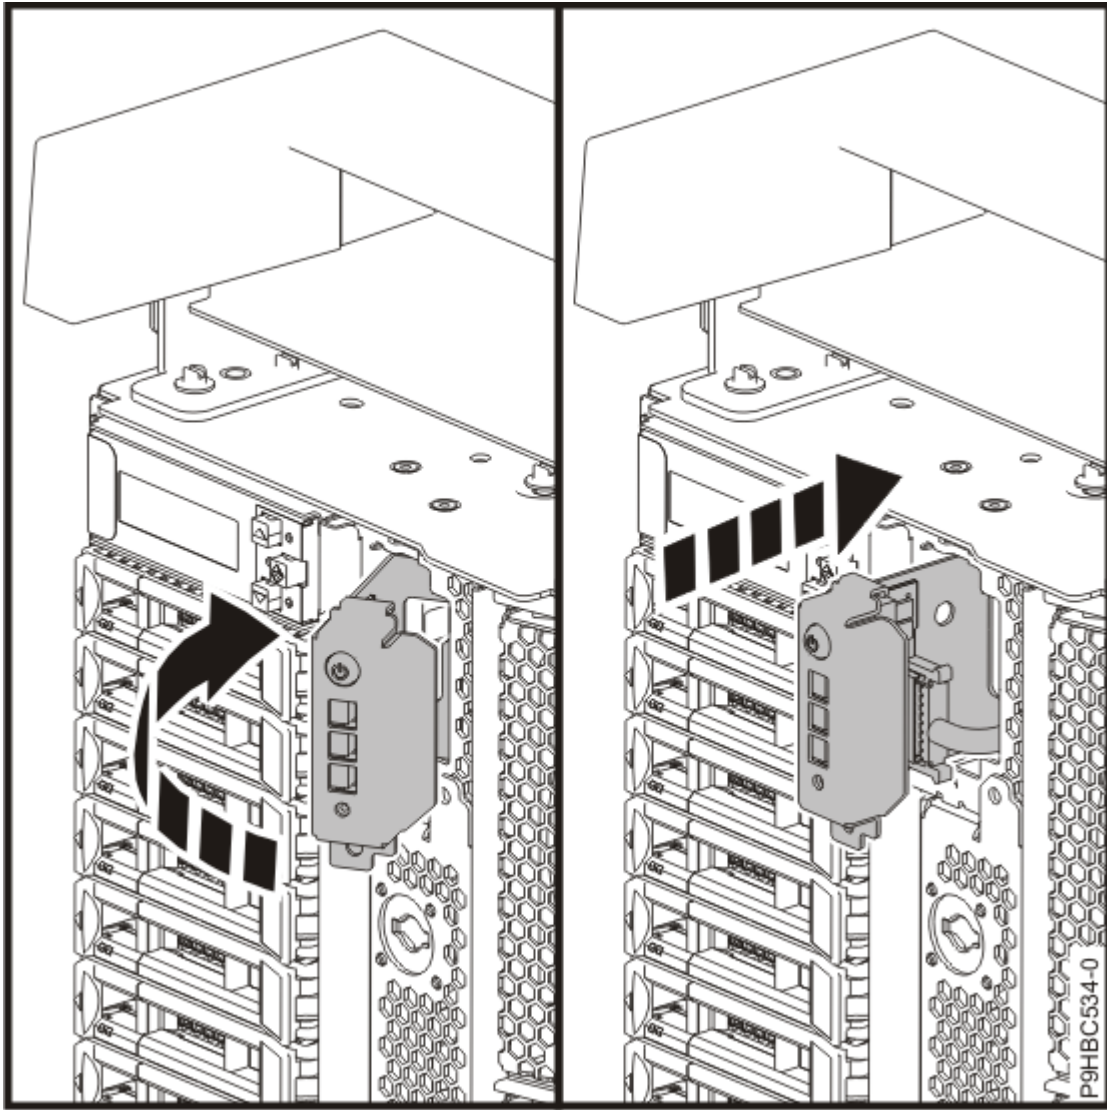

Figure 25. Remise en place du panneau de commande sur un système autonome
- a) Remettez le panneau de commande du système en place en le faisant pivoter vers la droite, comme illustré à la Figure 25, à la page 27.